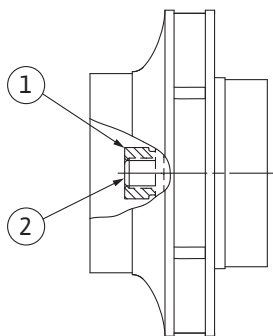

Fig. 106: Korrekte Lage der Laufradmutter nach der Montage
8. Welle mit Maulschlüssel (SW22 mm) festhalten und die Laufradmutter mit dem vorgeschriebenen Anzugsdrehmoment (siehe Tabelle „Anzugsdrehmomente“ [► 30]) festziehen. Die Mutter (Fig. 106, Pos. 1) muss ungefähr $\pm 0,5$ mm mit dem Wellenende (Fig. 106, Pos. 2) bündig sein. Wenn das nicht der Fall ist, die Mutter lösen und Handlungsschritte 4 ... 8 wiederholen.